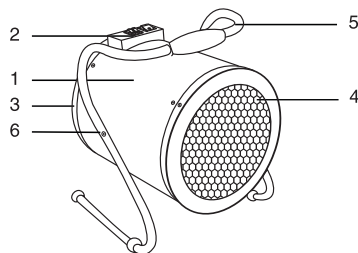

Рис. 1. Устройство прибора
Несущая конструкция тепловентилятора (см. рис.1) состоит из кожухов наружного (1) и внутреннего, изготовленных из листовой стали и имеющих цилиндрическую форму. Во внутреннем кожухе размещены вентилятор и трубчатые электронагревательные элементы. Снаружи кожуха расположен корпус блока управления (2). Кожух наружный, закрытый воздухозаборной (3) и воздуховыпускной (4) решетками, винтами устанавливается к ручке-подставке (5) и имеет возможность поворота в вертикальной плоскости. Угол поворота фиксируется гайками (6). Вентилятор затягивает воздух через отверстия воздухозаборной решетки. Воздушный поток, втянутый вентилятором в корпус, проходя между петлями трубчатых электронагревательных элементов, нагревается и подается в помещение через отверстия воздуховыпускной решетки.